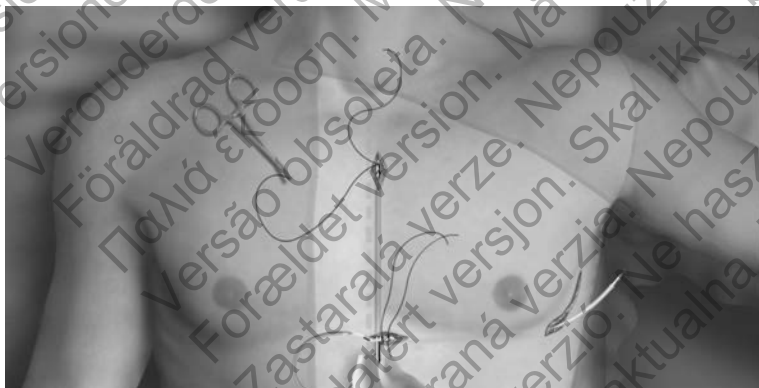

Figura 4. Tunnellizzazione verso l'incisione superiore
7. Inserire la punta distale dello strumento EIT nell'incisione xifoidea ed eseguire la tunnellizzazione sottocutanea verso l'incisione superiore, rimanendo il più possibile vicini alla fascia profonda (Figura 4 Tunnellizzazione verso l'incisione superiore a pagina 11).